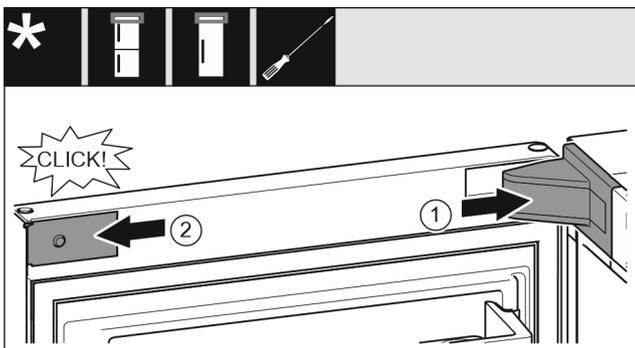

Fig. 33
- ▶ Lagerbockabdeckung aufsetzen und einrasten, ggf. vorsichtig auseinanderdrücken. *Fig. 33 (1)*
- ▶ Blende seitlich ansetzen und einrasten. *Fig. 33 (2)*